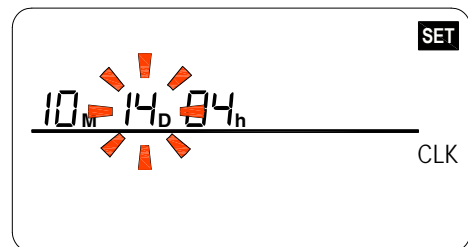

Abbildung 4
7. Drücken Sie . Jetzt sind die Monateinstellungen gespeichert und die Tageszahl blinkt, siehe Abbildung 4.